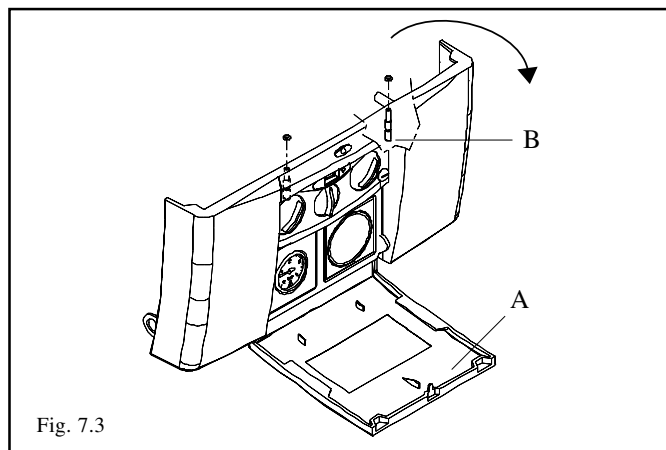

Fig. 7.3
- svitare con un cacciavite a taglio le due viti di fissaggio B del cruscotto (fig. 7.3);